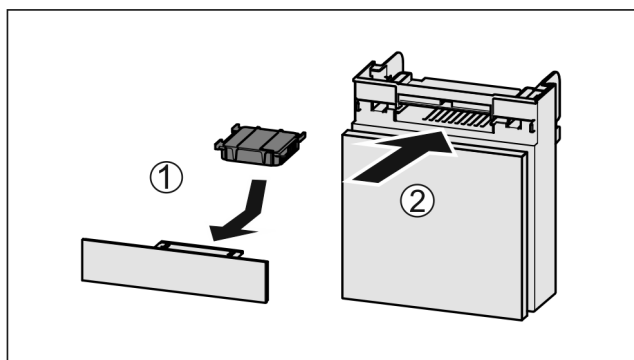

Fig. 196
- Filtr s aktivním uhlím vložte podle vyobrazení Fig. 196 (1).
- Zásuvku zasuňte Fig. 196 (2).